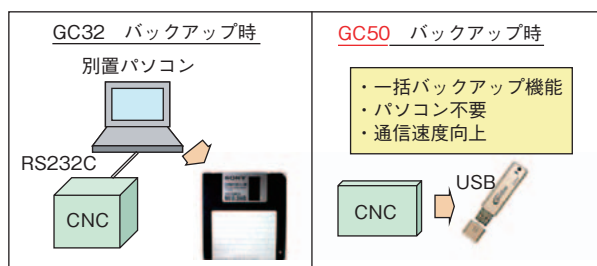

図 2 データバックアップ
4) PLC ツールなど周辺ツールを CNC に統合することにより専用ツールを不要とした。また、USB ポート内蔵により専用ツールを用意することなく全装置（PLC・CNC・サーボ）のデータバックアップを可能にしている（図 2）。